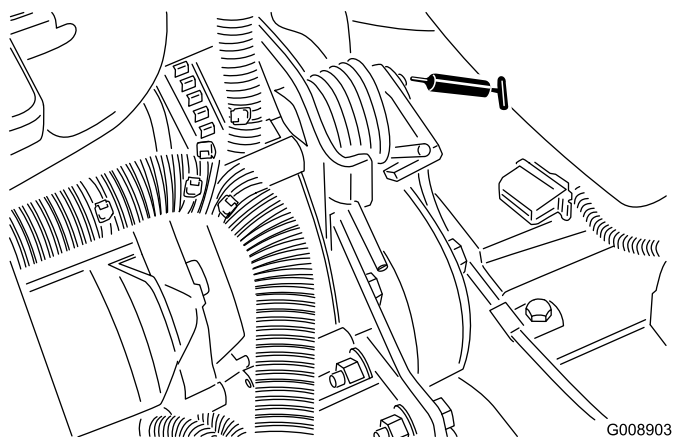

Figure 45
- Pivot de tension de courroie (Figure 45)